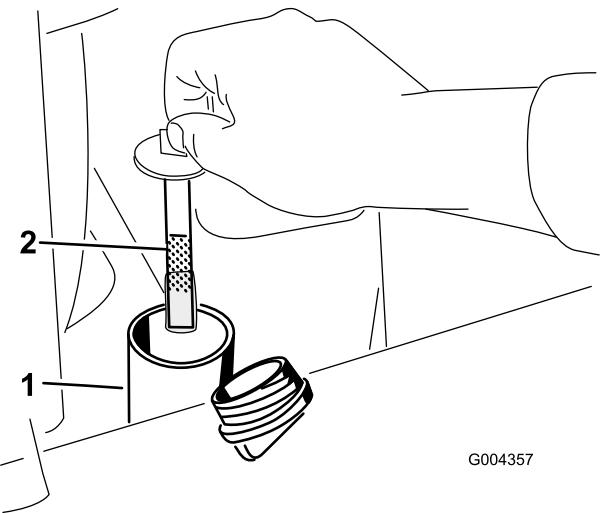

Figure 19
6. Enlevez le bouchon du goulot de remplissage et vérifiez le niveau de liquide sur la jauge (Figure 19). Il doit se situer entre les repères de la jauge.